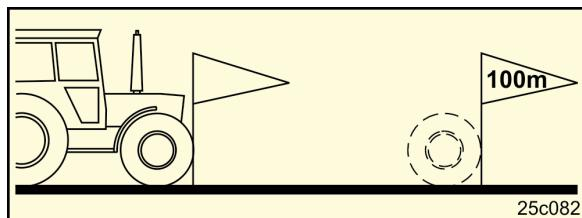

Fig. 22
- Mål opp en målestrekning på nøyaktig 100 meter. Merk målestrekningens begynnelse og slutt (Fig. 22).